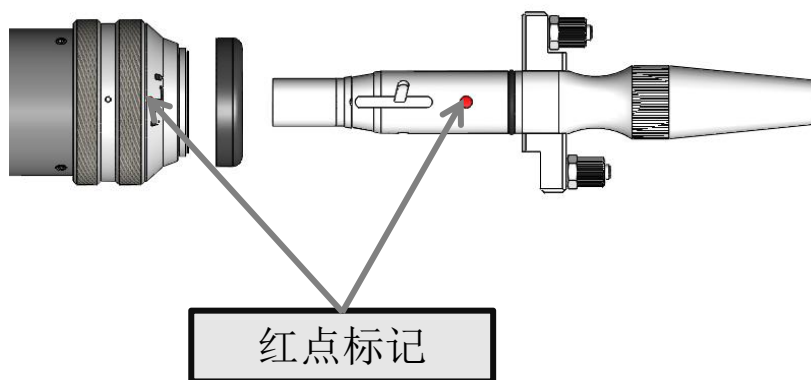

图3.5
- ④ 光纤头上红点对准QBH连接器的红点，慢慢将光纤头插入QBH连接器中，如下图3.5所示：